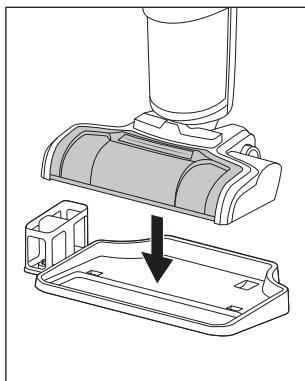

Abb. 31
- ◆ Stellen Sie das ausgeschaltete Gerät auf die Abstellschale **④** der Park- und Reinigungsstation (siehe Abb. 31).